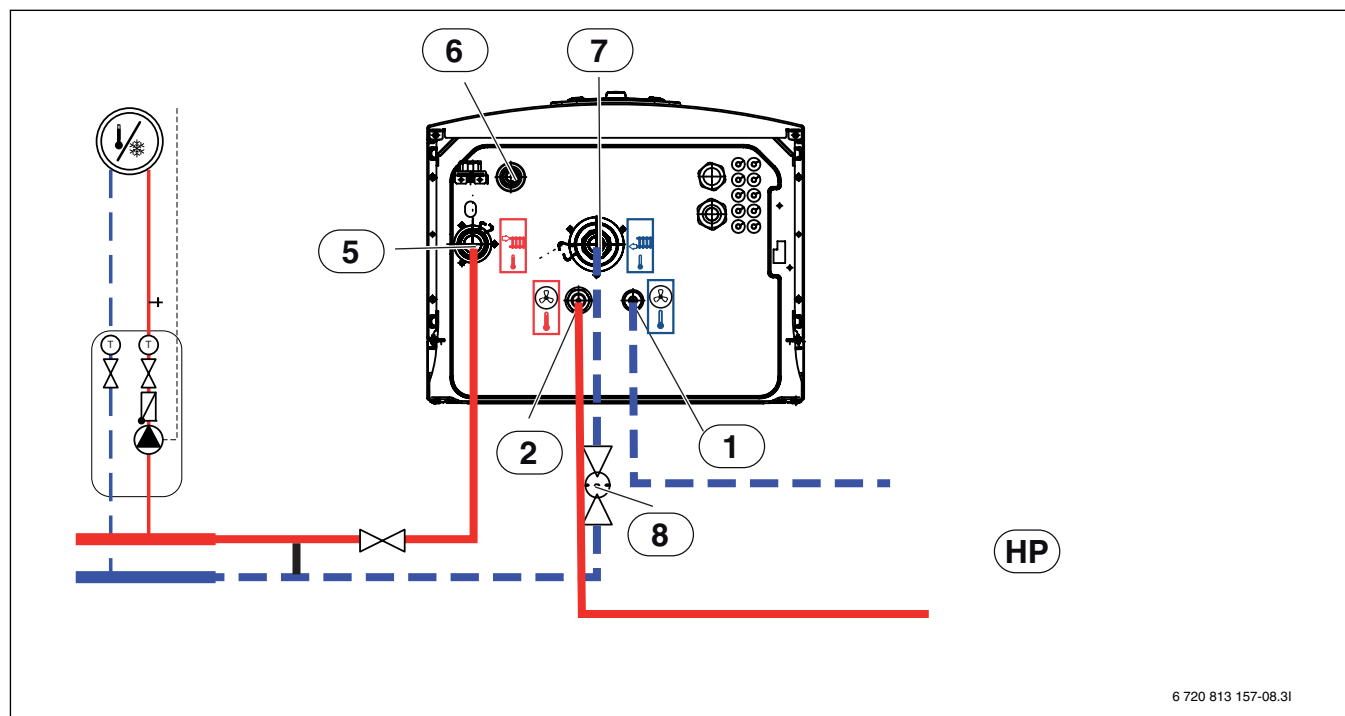

Fig. 34 Conexión de una unidad interior con resistencia eléctrica a una bomba de calor y a un sistema de calefacción
- ▶ Tender la manguera de salida de [6] fig. 34 a una salida libre de heladas.
- ▶ Conectar los tubos de líquido portador de calor de la bomba de calor a [1] fig. 34.
- ▶ Conectar los tubos de líquido portador de calor a la bomba de calor a [2] fig. 34.
- ▶ Conectar el retorno del sistema de calefacción a [7] fig. 34.
- ▶ Conectar la impulsión al sistema de calefacción a [6] fig. 34.